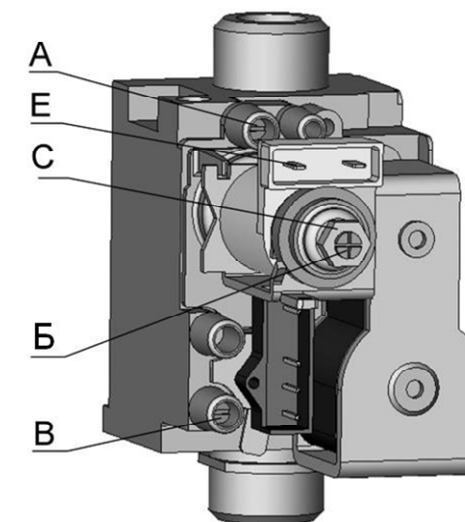

Рис. 10. Регулятор подачи газа
- ✓ снять пластмассовый колпачок с регулировочных винтов С и Б (см. Рис. 10).